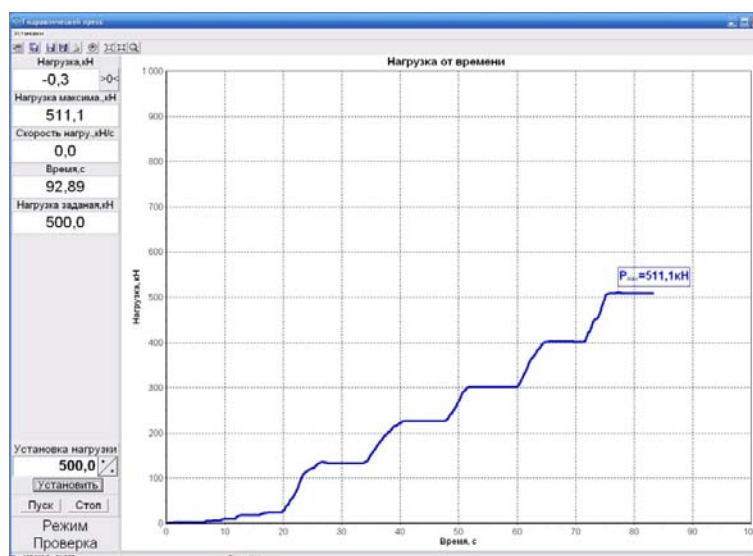

Рисунок 18.4.Режим «Проверка».
18.4.1. Выбрать в меню «Установки» режим «Проверка», окно программы примет вид показанный на рис.18.4.